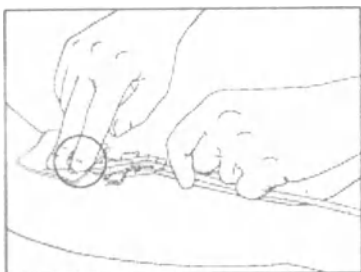

Рисунок 03
- Вставьте указательный палец в изогнутый лепесток зажима-протектора, а средний палец расположите на гемостазе, накрыв повязкой участок катетеризации. См. рисунок 03.